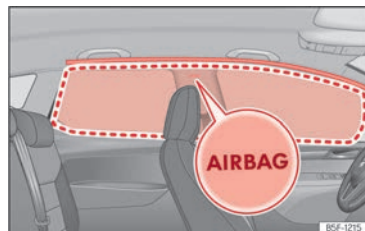

Abb. 32 Einbauort und Entfaltungsbereich des Kopfairbags.
Die Kopfairbags befinden sich zu beiden Seiten im Innenraum oberhalb der Türen »» (Abb. 32) und ihre Einbauorte sind mit dem Schriftzug „AIRBAG“ gekennzeichnet.
Der eingerahmte Bereich wird vom auslösenden Kopfairbag erfasst (Entfaltungsbereich) »» (Abb. 32). Deshalb dürfen in diesen Bereich niemals Gegenstände abgelegt oder befestigt werden »» ⚠.
- Stellen Sie sicher, dass Kinder richtig in ihren Sitzen sitzen und ihren Kopf nicht in den Entfaltungsbereich der Kopfairbags halten »» (Abb. 32), da sie beim Auslösen der Airbags von diesen getroffen werden und schwere Verletzungen erleiden könnten.